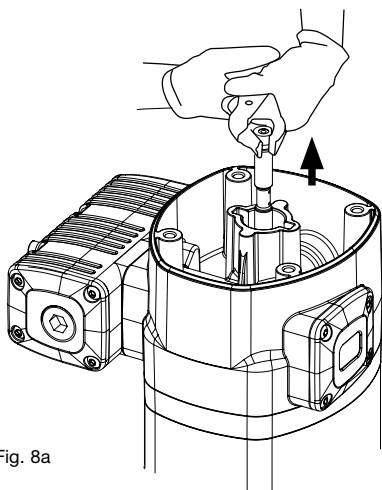
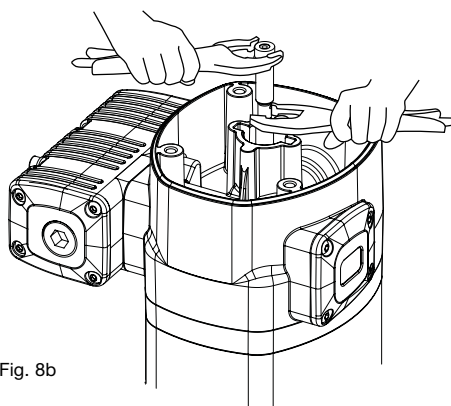

Fig. 8a
Fig. 8b
1. Unscrew the bolts (2) and remove the cap (3).
2. Unscrew the sensor sleeve (4).
3. With a manual clamp on the nut (5), pull the rod (40) outwards until its central recess appears (fig. 8A). Then, with another manual clamp, grab the rod (40) on said recess to prevent sealing surface to be damaged, and unscrew the nut (5) (fig. 8B).
4. Remove o-ring (6) and ring (7), and replace them with new ones later.
5. Unscrew the bolts (55). Pull the motor body (13) outwards to free it along with bridle (36).
6. Take away the gasket (9) and replace its seals (8) and (10).
7. Unscrew the bolts (37) and split the motor (13) from the bridle (36). Take away the washer (32) and replace the seal (8).
8. Take away the cylinder (50) while carefully holding the air piston (45). Replace the piston seal (44).
9. Reassemble in reverse order, applying thread locker in screws (37), nut (5) and sensor sleeve (4).
1. Skruva bort skruvarna (2) och ta bort locket (3).
2. Skruva bort sensorhylsan (4).
3. Använd en polygrip för att hålla fast muttern (5), dra axeln (40) uppåt tills en avsmalning i axeln blir synlig (fig 8A). Använd ytterligare en polygrip och fatta runt avsmalningen i axeln för att undvika skador på tätningsytorna på axelns större diameter, och skruva sedan bort muttern (5) (fig 8B).
4. Ta bort o-ringen (6) och ringen (7) och byt ut mot nya senare.
5. Skruva bort skruvarna (55). Dra bort luftmotorns hus (13) tillsammans med adapterplattan (36).
6. Ta bort hylsan (9) och byt tätningarna (8) och (10).
7. Skruva bort skruvarna (37) och dela luftmotorn (13) från adapterplattan (36). Ta bort brickan (32) och byt ut tätningen (8).
8. Ta försiktigt bort luftcylindern (50) samtidigt som man håller i luftkolven (45). Byt ut luftkolvens o-ring (44).
9. Montera i omvänd ordning, applicera låsvätska på skruvarna (37), muttern (5) och sensorhylsan (4).